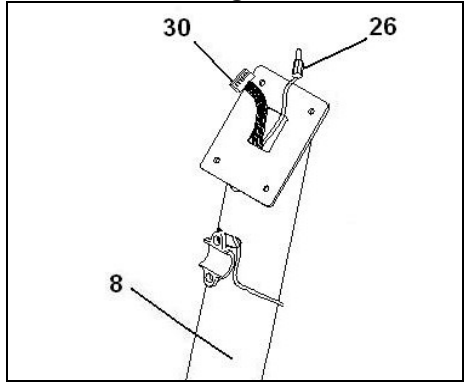

Fig.4
Coja el monitor (24), suelte los cuatro tornillos (25) de la parte inferior Fig.4, conexione el terminal (10), del cable que sale del monitor (24) con el terminal del cable (26) que sale del